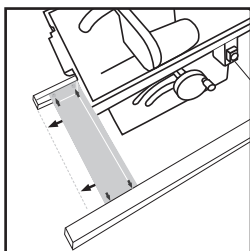

Fig. 1
- Alignez la rallonge de la table avec l'extrémité du rail de la glissière arrière. (**Fig. 1**)